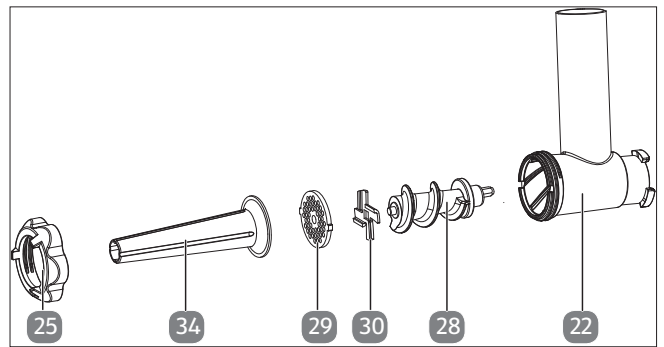

Fig. 20 – Préparation de saucisses/de saucisson
1. Pour hacher des morceaux de viande et préparer des saucisses en une seule opération, montez le hachoir à viande avec la grille et le couteau en croix avec le bord tranchant tourné vers l'extérieur de l'axe ainsi que la tubulure de remplissage de saucisses (voir Fig. 20).